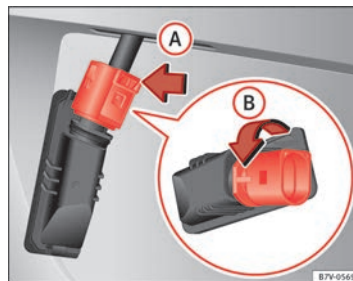

Fig. 150 Luz de matrícula: desmontar el portalámparas
3. En el bloqueo del conector presione ⇒ fig. 150 en la dirección de la flecha **(A)** y tire del conector.